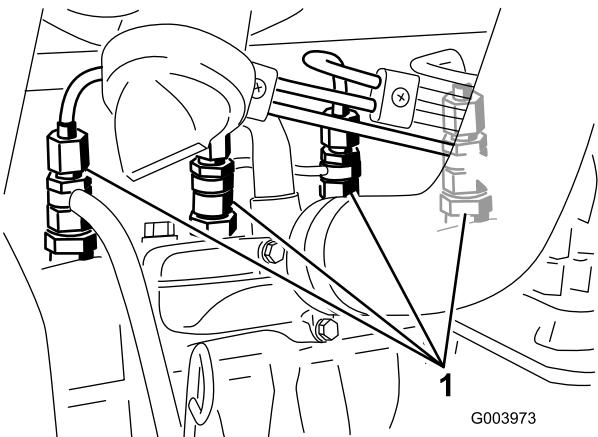

図 38
- 燃料噴射ポンプの No.1 インジェクタノズル(図38)へのパイプ接続部をゆるめる。